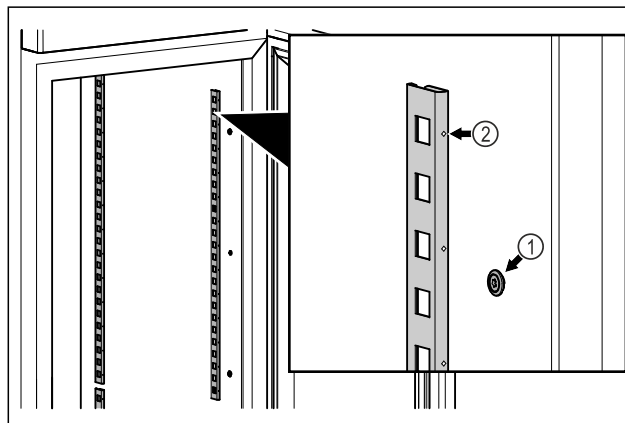

Fig. 56 Eksempelfremstilling
- Hekt sperrelistene inn i opphenget *Fig. 56 (1)*. Markeringen *Fig. 56 (2)* må peke fremover.